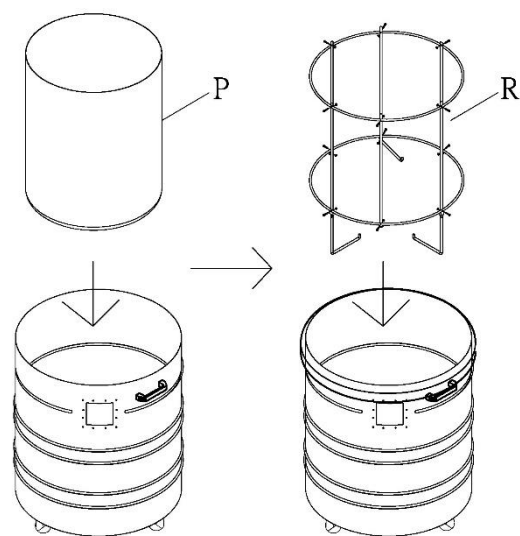

Abbildung 14
19. Den Trommel-Auffangbeutel (P) mit seiner Oberkante um die Trommeloberkante gewickelt in die Trommel einlegen. Den Beutelrahmen (R) im Beutel ausrichten und ganz nach unten drücken. Siehe Abbildung 14.